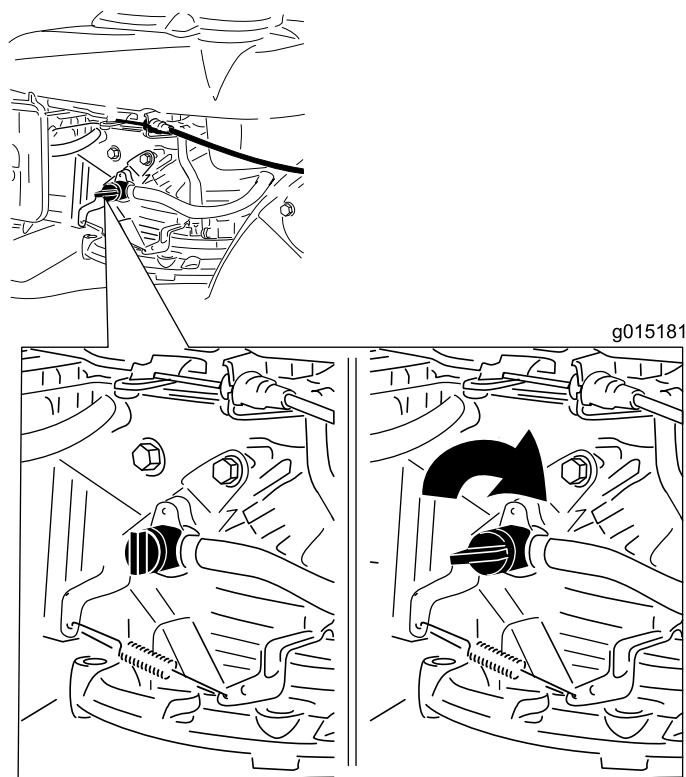

Figura 20
2. Girate la leva della valvola del carburante in posizione On (Figura 20).